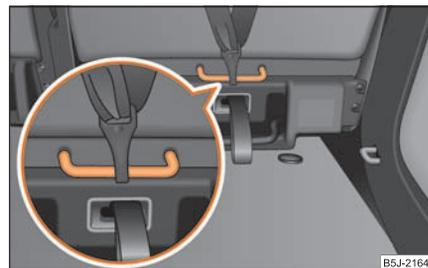

Fig. 164 Asiento posterior: Top Tether
Para aumentar la seguridad de los niños acompañantes disponen los asientos posteriores exteriores, como también el del centro (sólo válido para algunos países), de serie del sistema de sujeción "Top Tether", ubicado detrás del respaldo ⇒ fig. 164. El montaje y desmontaje debe realizarse siempre según las instrucciones adjuntas del fabricante del asiento infantil.
- Fije los asientos infantiles con el sistema "Top Tether" solamente en los puntos prescritos ⇒ fig. 164.